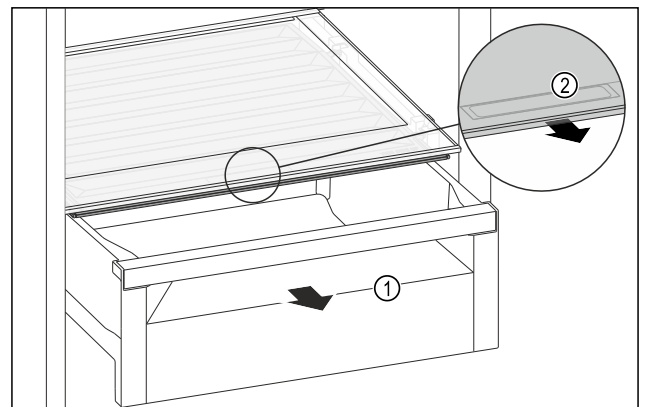

Fig. 103
- Retirer le tiroir Fig. 103 (1).
- Saisir la poignée encastrée Fig. 103 (2) du couvercle du compartiment et tirer le couvercle du compartiment par l'avant.